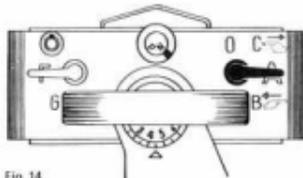

Fig. 14
**A** = Normalstellung für Glattstricken mit Fadenführer. Beide Seitenkuliszen sind eingeschaltet. Fig. 14.